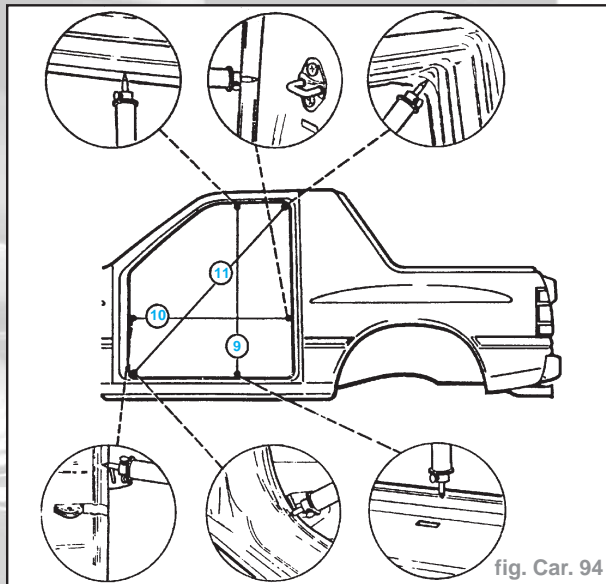

fig. Car. 94
**FRONTERA SPORT (fig. Car. 94)**